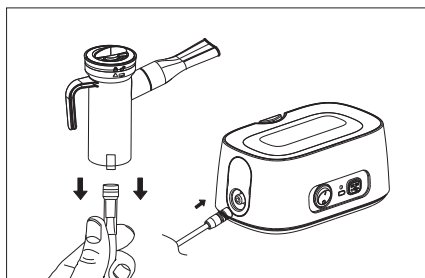

Рисунок 7.
- Присоедините через трубку компрессорную чашку ингалятора к выходному штуцеру основного блока (Рисунок 7).